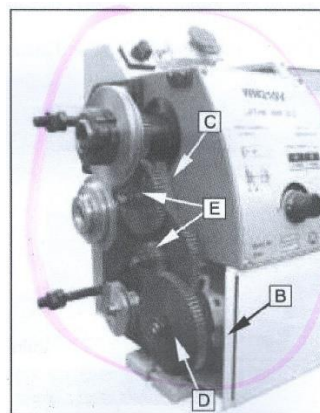

Рис. 19
3. Ослабьте блокирующий винт (В, рис. 19) на зубчатом секторе.
4. Поверните зубчатый сектор (С, рис. 19) вправо.
5. Отвинтите гайку (D, рис. 19) на ходовом винте или гайки (Е, рис. 19) на болтах зубчатого сектора, чтобы извлечь сменные шестерни из передней части.